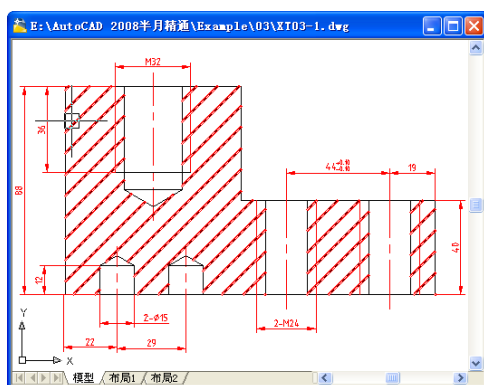

图 3-21 “XT03-1.DWG” 文件
1. 打开光盘中的“Example\03\XT03-1.DWG”文件, 并对其进行灵活的视图缩放操作, 如图 3-21 所示。